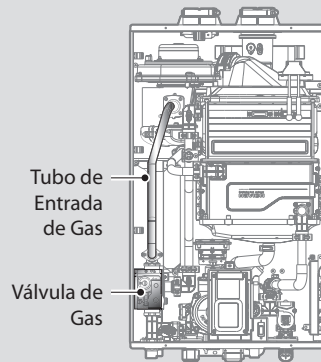

Figura 2. Componentes Internos de la Serie NPE
3. Una vez quitada la cubierta delantera, colóquela en un lugar seguro para evitar daños accidentales. Con los componentes internos expuestos, ubique el tubo de entrada de gas y la válvula de gas cerca del lado izquierdo de la unidad, como se resalta en la Figura 2.